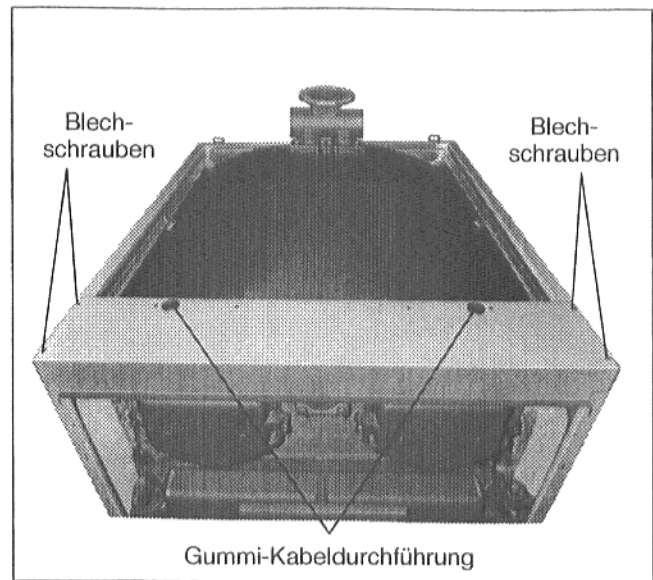

Abb. 44
- Vordere Haube (Abb. 44) mit vier Blechschrauben an den Seitenwänden anschrauben.
- Gummi-Kabeldurchführungen in der Mitte über Kreuz einschneiden und die Brennerleitung(en) durchstecken (Abb. 44).